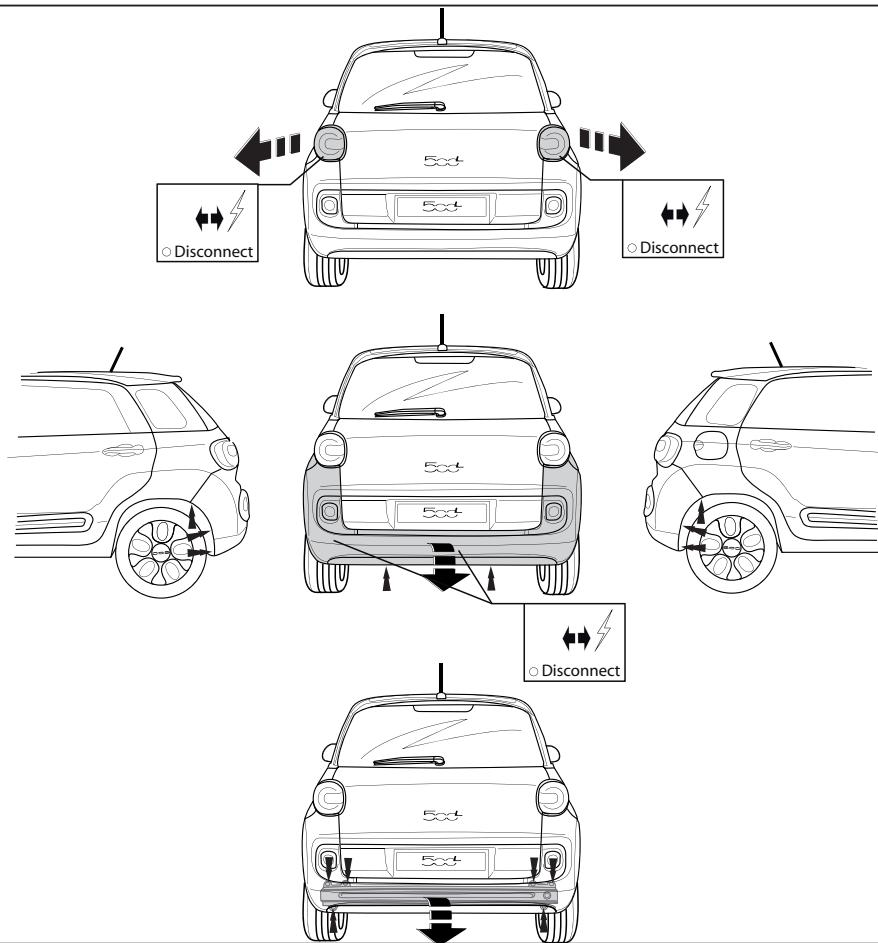

Fig. 1
1. Снять оба блока задних фар. Снять бампер вместе со стальным буферным бруском автомобиля; буферный брус больше не понадобится. См. рисунок 1.